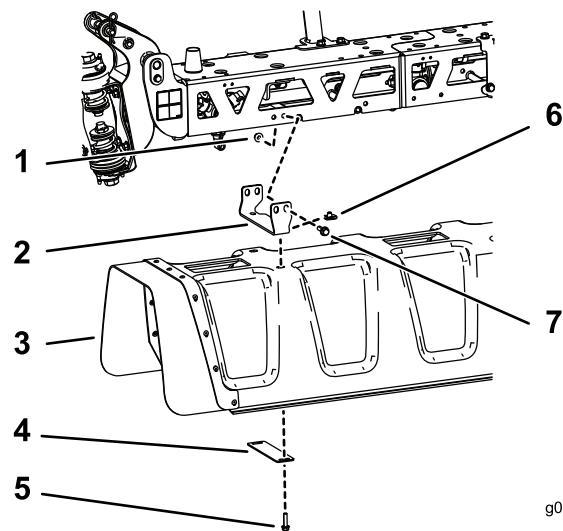

Figura 1
1. Installate le 2 staffe centrali e le piastre di montaggio della barra alla barra centrale utilizzando 2 bulloni a testa esagonale (3/8 x 1-1/4 poll.) e 2 dadi flangiati (3/8 poll.) come mostrato nella Figura 1.
1. Installate il gruppo di copertura centrale sulla staffa utilizzando 4 dadi a U, 2 rondelle piatte e 4 bulloni a testa esagonale (5/16 x 1-1/4 poll.) come mostrato nella Figura 1.